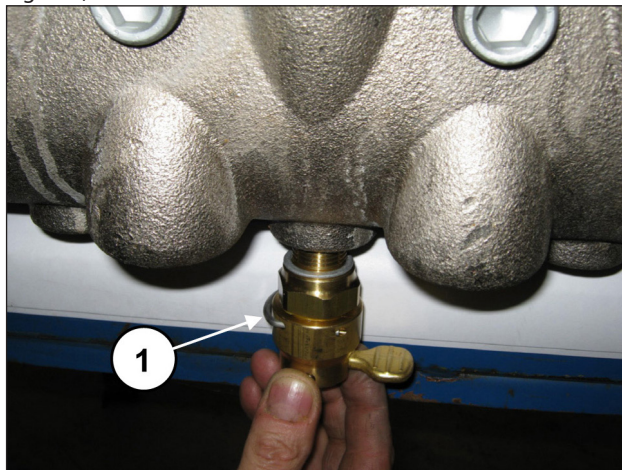
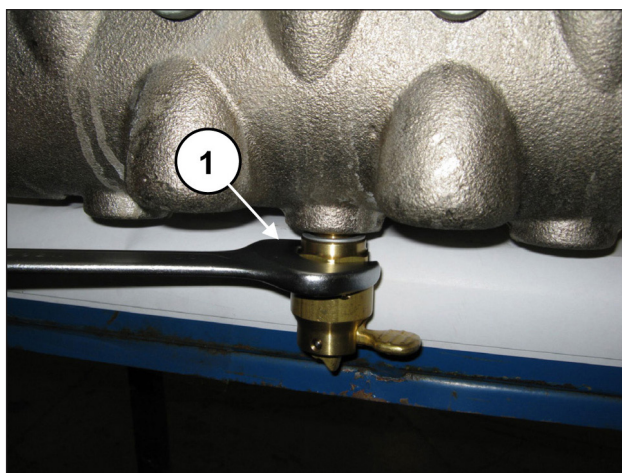

Fig. 137
Fig. 138
Monter les dispositifs d'ouverture des soupapes (rep. ①, Fig. 137) et les visser à l'aide d'une clé de 30 mm (rep. ①, Fig. 138).